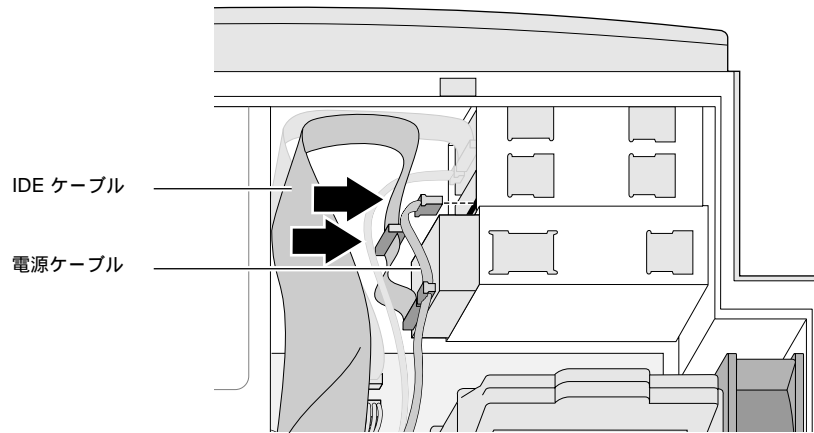

図 4-7 IDEケーブルと電源ケーブルの接続
- 1つのオプションドライブを中間または下端のドライブベイに取り付ける場合は、IDEケーブルのエンドコネクタをIDEドライブの背面に接続します(図4-7)。
- 2つのオプションドライブを中間と下端のベイに取り付ける場合は、IDEケーブルの両方のコネクタをIDEドライブの背面に接続します。中間にあるコネクタは、中間のベイのドライブに接続し、エンドコネクタは下端にあるベイのドライブに接続します(図4-7)。
- 電源ケーブルとIDEドライブを接続します。電源ケーブルのコネクタは、ドライブの種類によってサイズが異なります。コネクタは、正しい方向以外には挿入できない形になっています(図4-7)。